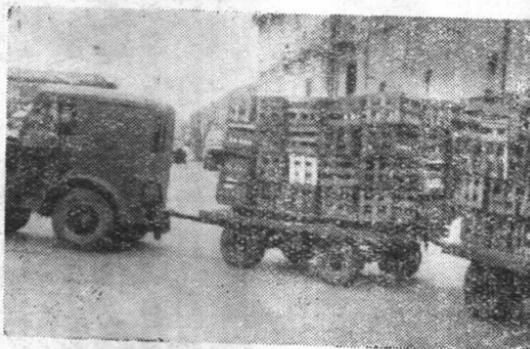

图 10
(1) 货盘成组装载货物，周围要用绳子扣紧。若是零星小件货，可加扣绳子二、三道。
(2) 平车上预先放好垫木，货盘放垫木上，以便于吊车、铲车操作。
(3) 拖运货盘时，应保持直线行驶。转弯角度应稍大，防止平车左右摇摆或货盘滑出，造成事故（图10）。